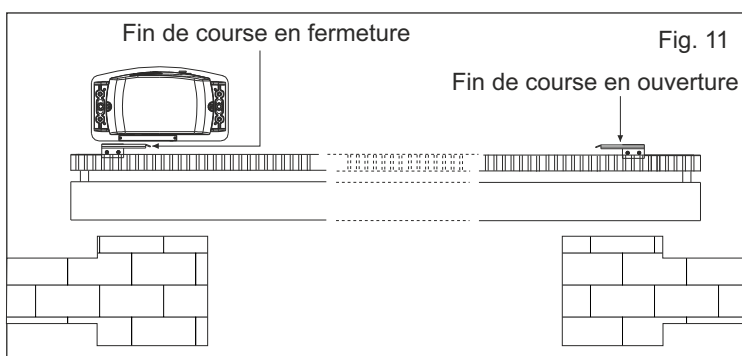

Fig. 11
6.1. Pour l'installation et le réglage du fin de course en ouverture (Fig. 11), il faut suivre les instructions reportées au-dessous:
6.2. Pour l'installation et le réglage du fin de course en fermeture (Fig. 11), suivre les instructions reportées au-dessous: